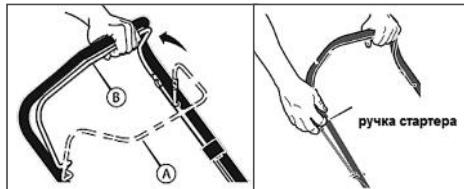

Рис. 8 Запуск двигателя
Перед запуском двигателя, несколько раз задействуйте рычаг остановки двигателя (Рис.8). Проверьте, что трос остановки двигателя движется свободно, и что рычаг остановки двигателя работает должным образом.
- Нажмите и удерживайте рычаг остановки двигателя левой рукой (Рис. 8 положение В).
- Правой рукой, медленно вытягивая шнур стартера за ручку (Рис. 8), прорвите коленчатый вал двигателя, пока не почувствуете сопротивление, затем медленно опустите ручку стартера вниз. Снова медленно потяните за ручку стартера, пока не почувствуете, что стартер вошел в зацепление с маховиком, после чего, резко и с усилием потяните за ручку стартера и запустите двигатель. При необходимости повторите. После запуска двигателя медленно и плавно верните ручку стартера на место.